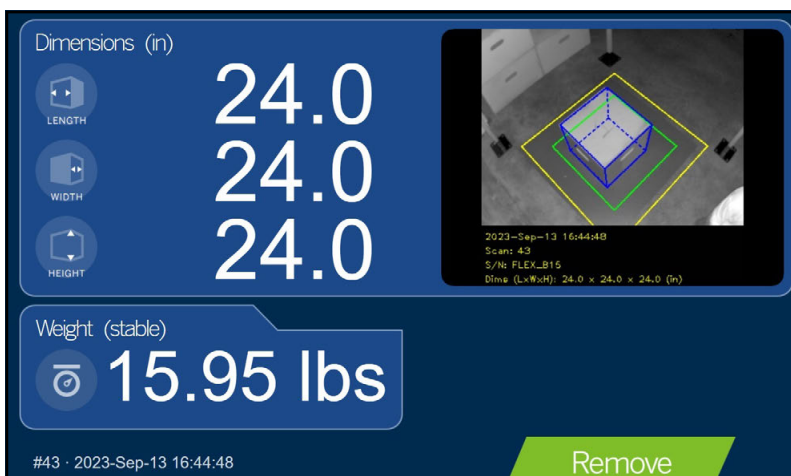

Figura 5-19. Pantalla del cliente
**NOTA:** La pantalla de visualización que se muestra en Figura 5-19 es una unidad de dimensionamiento diferente y solo se utiliza como referencia.